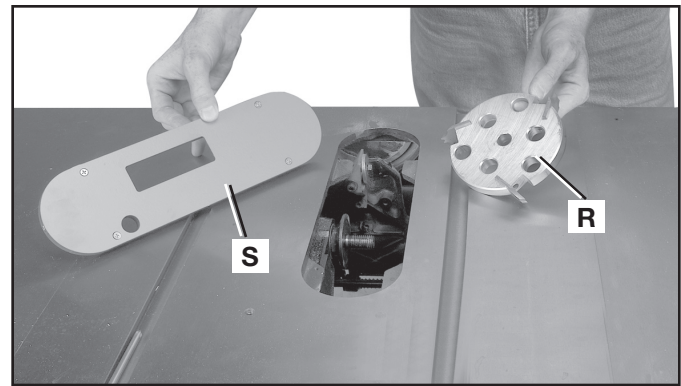

FIG. 70
⚠ ADVERTENCIA: No utilice un cabezal portacuchilla para moldura (R) Fig. 70 en la posición del bisel. Además, se debe usar el inserto para mesa de cabezal portacuchilla para moldura (S) en lugar del inserto para mesa estándar.
1. La Fig. 70 muestra un cabezal portacuchilla para moldura (R) ensamblado con el eje de la sierra. Además, se debe usar el inserto para mesa de cabezal portacuchilla para moldura (S) en lugar del inserto para mesa estándar. Asegúrese que el parte móvil sea llano con la tabla antes de proceder.